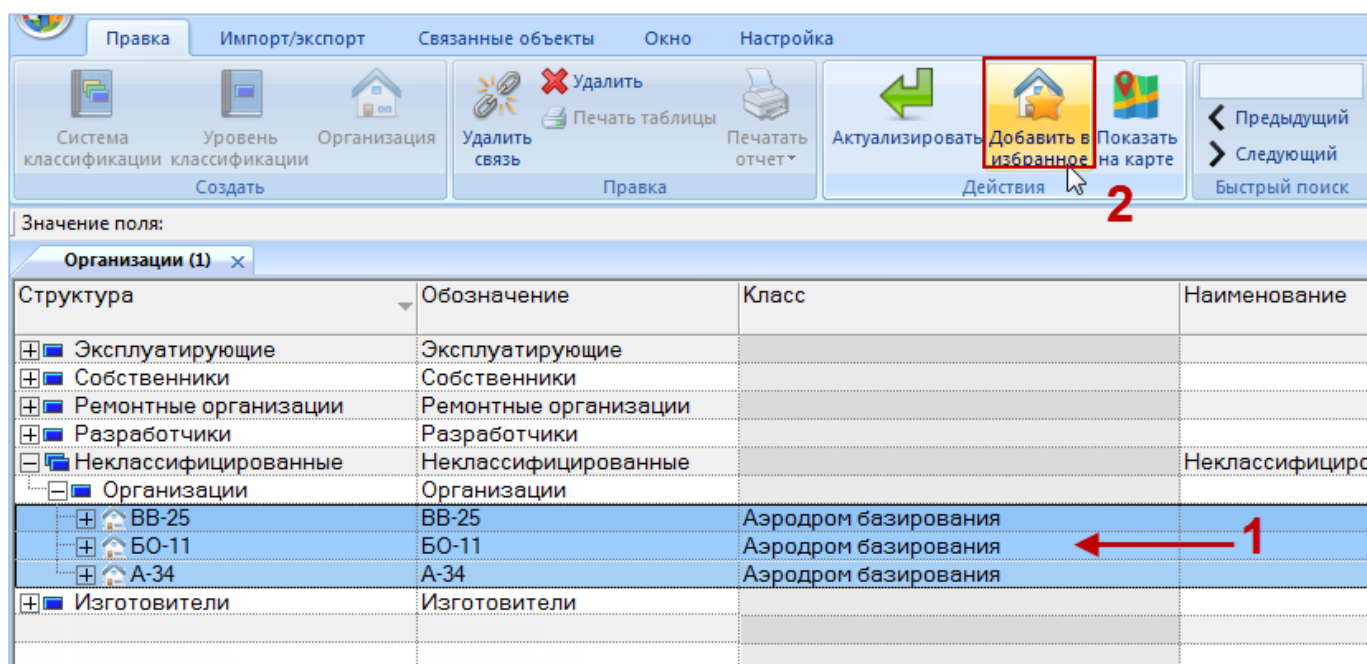

Рис. 9-34 – Добавление точки базирования в избранные
- 2) Выбрать в нем организацию класса «Аэродром базирования». Для выделения нескольких организаций используются клавиши CTRL и SHIFT (1 на рис. 9-34).
- 3) Нажать кнопку ★ «Добавить в избранное» панели «Правка» (2 на рис. 9-34).